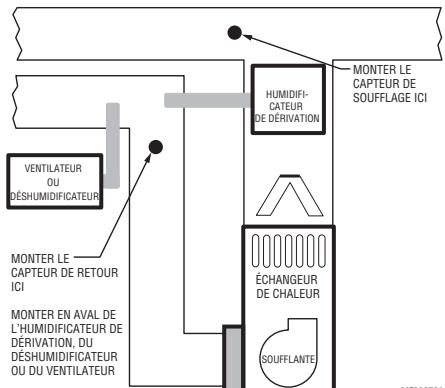

Fig. 4.
- Si un humidificateur de dérivation est installé, le capteur de température d'air de soufflage peut être monté en aval ou en amont de l'humidificateur de dérivation. Monter le capteur en aval de l'humidificateur de dérivation est le meilleur endroit parce que l'air est mieux mélangé. Voir les Fig. 4 et 5.